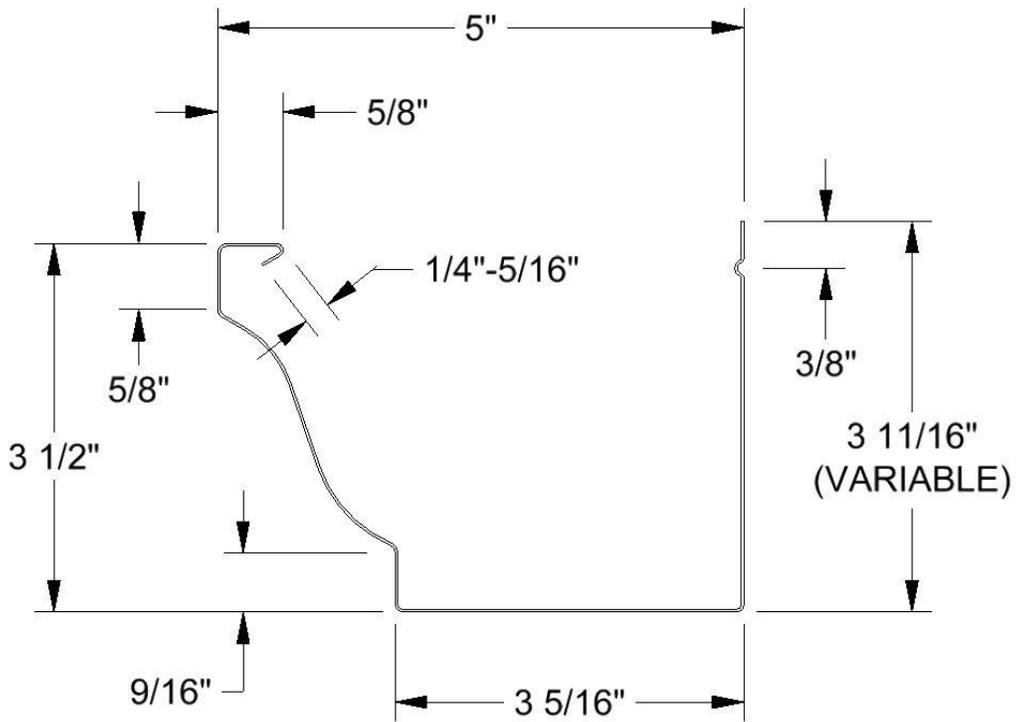
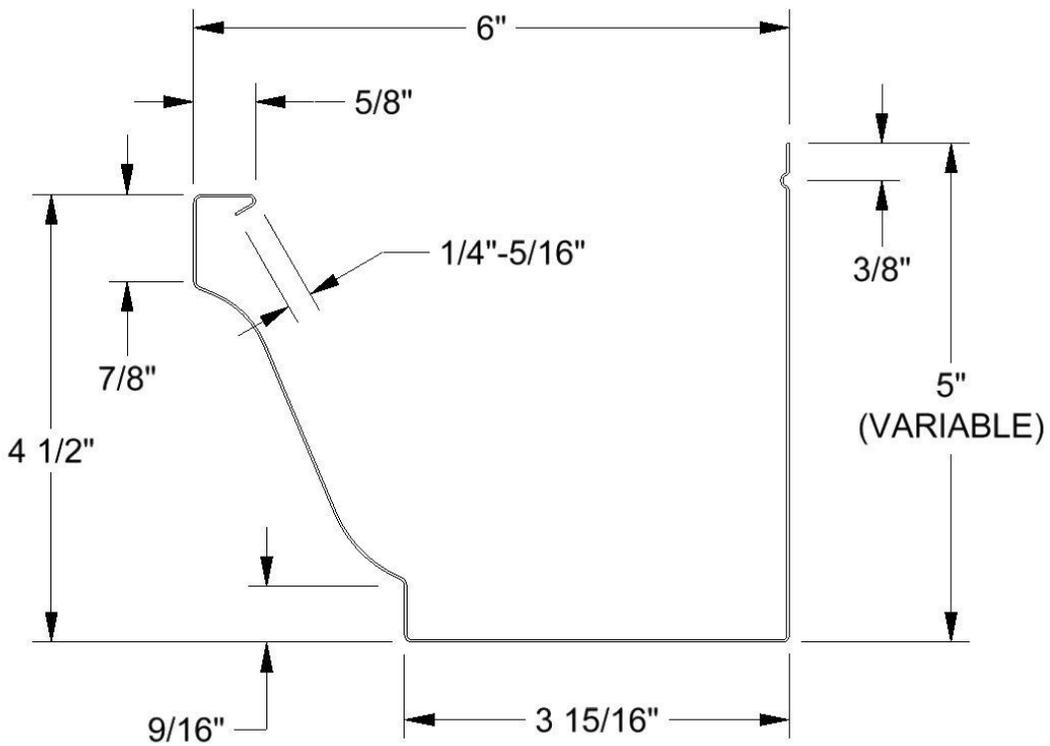

Ilustración 63: Perfil de canaleta de 5".
Ilustración 64: Perfil de canaleta de 6".
- Deje salir una canaleta de ocho (8) pies de longitud. Esta pieza se utilizará para determinar qué medidas deben ser adoptadas para corregir la apariencia de las canaletas.
- Inspeccione el ancho de la canaleta. Esta dimensión debe ser de 5" +/- 1/16" la canaleta de 5" (Ilustración 63) y de 6" +/- 1/16" para la canaleta de 6" (Ilustración 64).